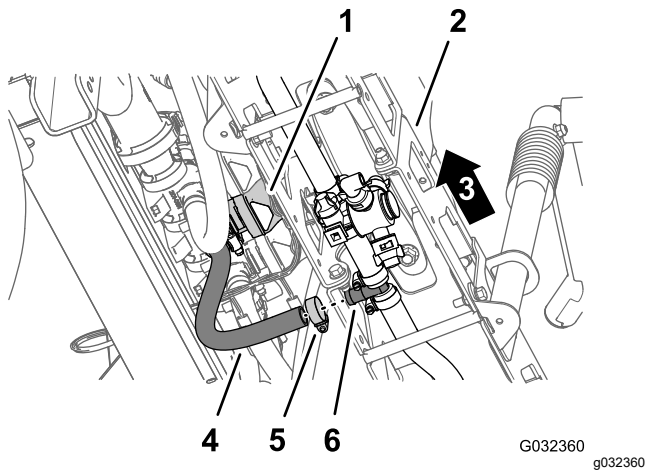

Figure 38
5. Sous la section de rampe centrale, retirez le collier qui fixe le flexible d'alimentation de la section de rampe au raccord en T cannelé (Figure 38).